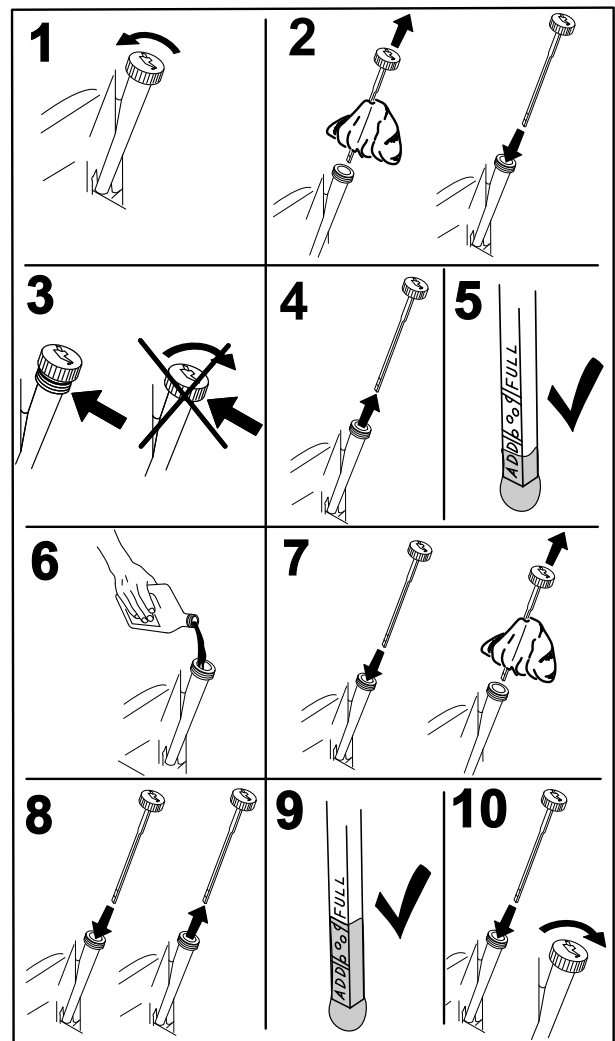

Figure 33
4. Avant de quitter la position de conduite, coupez le moteur, enlevez la clé de contact et attendez l'arrêt complet de toutes les pièces mobiles (Figure 33).